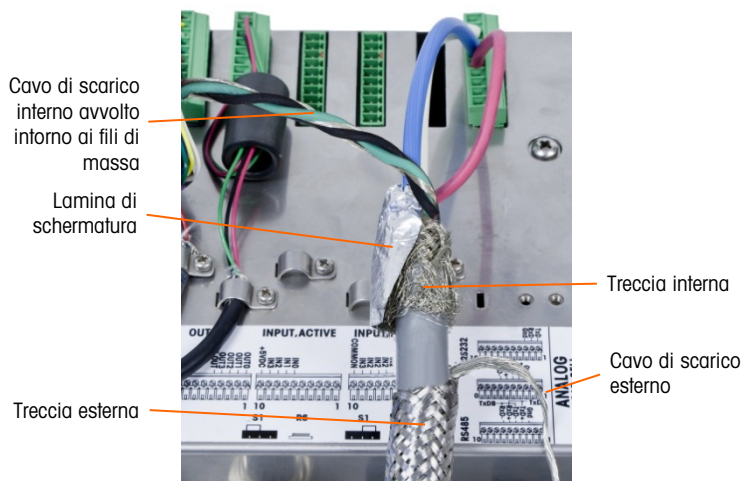

Figura A-67: POWERCELL PDX Cavo generale, contenitore con montaggio a pannello
4. Arretrare la treccia esterna e piegare la treccia interna tagliata e la lamina di schermatura in modo uniforme sul bordo della guaina isolante del cavo, come in Figura A-67.